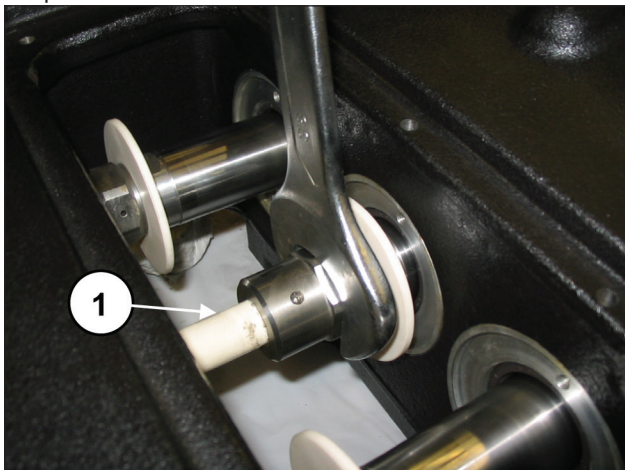
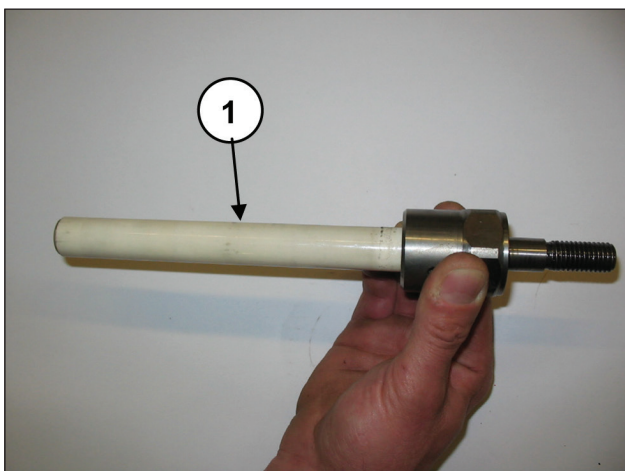

Fig. 122
Fig. 123
Déposer les éléments de pompage à l'aide d'une clé à fourche (rep. ①, Fig. 122) et vérifier s'ils sont usés (rep. ①, Fig. 123). Les remplacer si nécessaire.